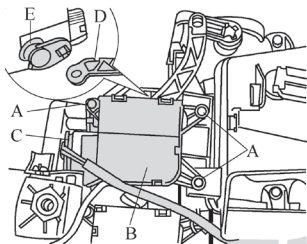

图 5-28 拆卸除霜翻板伺服电动机
- 5) 如图 5-28 所示, 如有必要, 标记连接伺服电动机的插头 C (避免与其他结构相同的插头混淆)。旋出紧固螺栓 A 并拆下除霜翻板伺服电动机 V107。将伺服电动机略微旋转, 使摇臂 E 上的防松销与连接杆 D 的卡槽处于拆卸位置。将伺服电动机摇臂 E 从连接杆 D 上拆下。脱开除霜翻板伺服电动机 V107 上的插头连接 C。